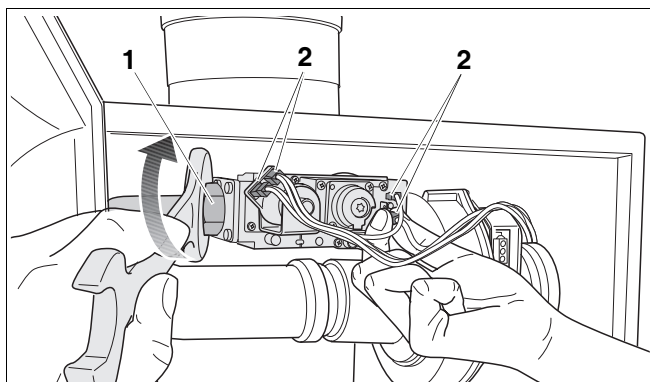

Fig. 111 Tilslutningerne på gasarmaturet løsnes
- Løsn samlingen (fig. 111, **pos. 1**) på gasarmaturet, og tag de 4 stik (fig. 111, **pos. 2**) på gasarmaturet af.